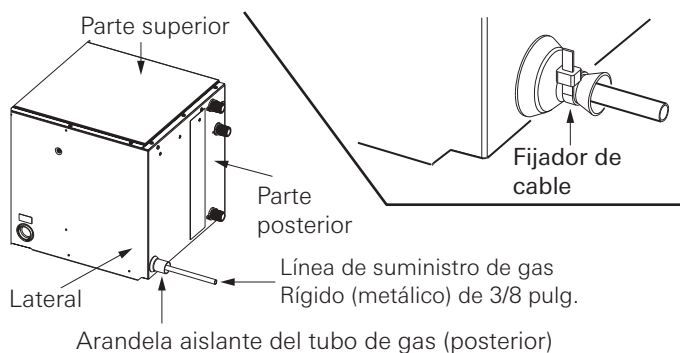

Fig. 30
- Cierre el fijador de cable de modo que la arandela aislante del tubo de gas (posterior) apriete el paso del tubo de gas (vea la Fig. 30).